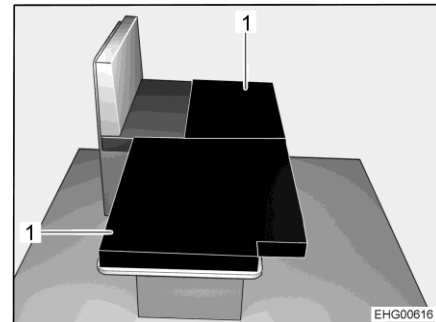

Fig. 34 Dopo la trasformazione
- Posizionare i due cuscini aggiuntivi (Fig. 34,1) sul tavolo ribassato, come illustrato.